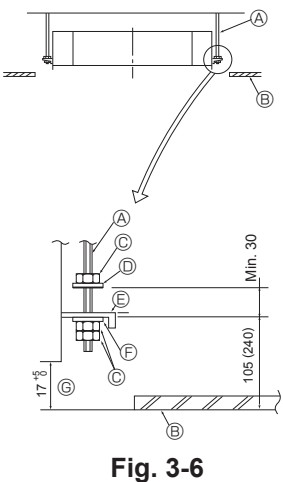

Fig. 3-6
- ① Holzbauten
3.6. Verfahren zur Aufhängung der Anlage (Fig. 3-6)